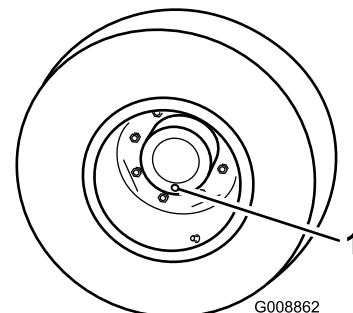

Figure 73
1. Placez la machine sur une surface plane et horizontale et tournez une roue de sorte que l'un des bouchons de contrôle se trouve à la position la plus basse (6 heures) (Figure 73).